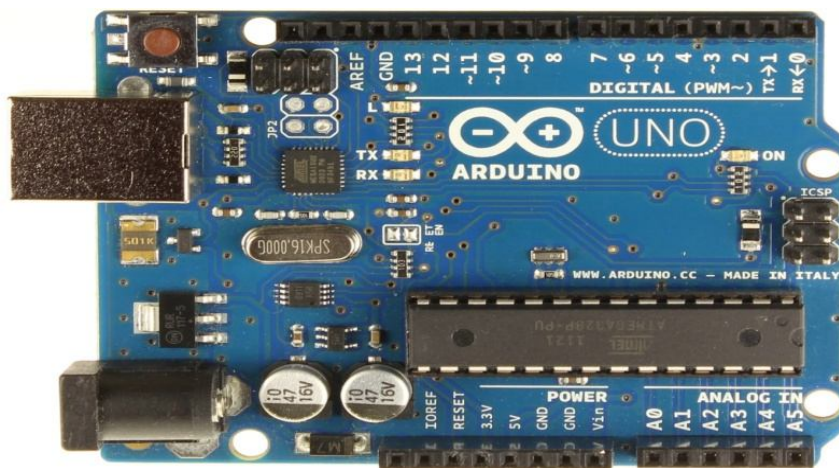

Fig. 2
- Esta plataforma abierta, puede ser utilizada para el aprendizaje así como para automatizar cualquier sistema mecatronico existen múltiples versiones de la tarjeta Arduino, para realizar esta práctica vamos a utilizar la versión Arduino UNO como se observa en la **fig. 2**